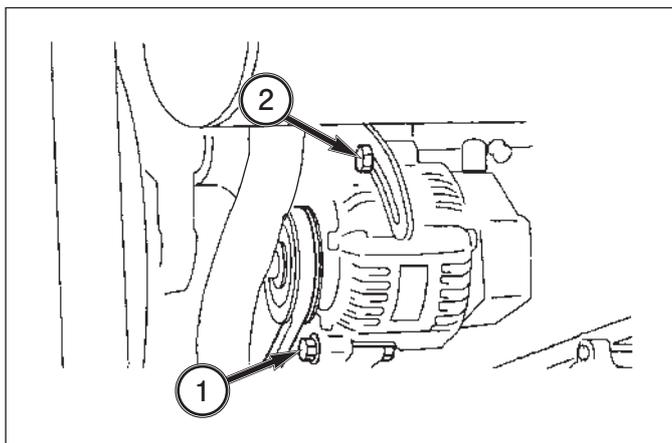

FIG. 6-18
**FIG. 6-18:** Pour régler la tension de la courroie, desserrez le boulon pivot de l'alternateur, 1, et le boulon de la patte de tension, 2. Tirez sur le haut de l'alternateur pour tendre correctement la courroie et serrez d'abord le boulon, 2, et puis le boulon pivot, 1.